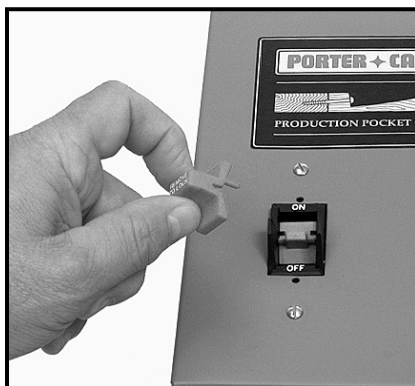

Fig. 17
2. Tirez le bouton hors de l'interrupteur (voir Fig. 17).